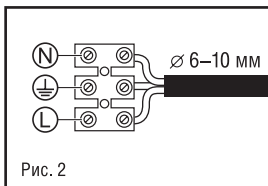

Рис. 2
- Введите сетевые провода в корпус через отверстия в корпусе и подключите к клеммной колодке на панели, в соответствии с указанной маркировкой клеммы L, N, Рис. 2. Желто-зеленый кабель присоедините к клемме, обозначенной знаком «заземление».